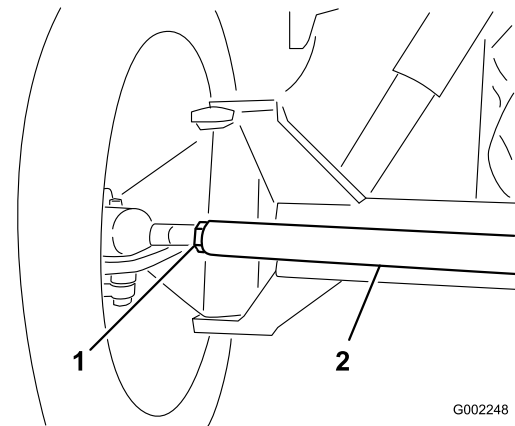

Bild 50
3. Wenn der Wert nicht im angegebenen Bereich liegt, lösen Sie die Klemmmuttern an beiden Ende der Zugstange (Bild 50).